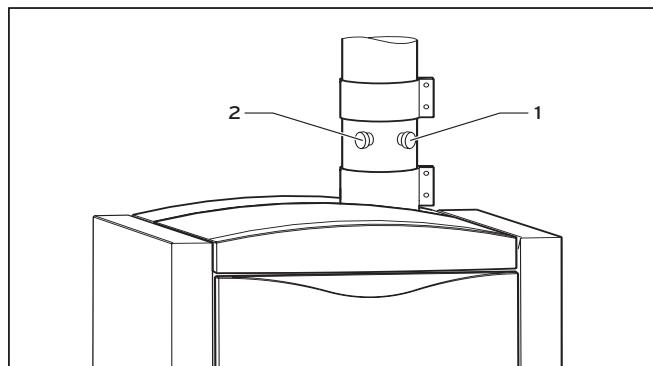

Fig. 7.3 Orifices de contrôle
- Pour activer le mode ramonage, appuyez simultanément sur les touches « - » (3) et « + » (4) du système DIA.
- Dévissez les capuchons obturateurs des orifices de contrôle (1) et (2) (voir Fig. 7.3).
- Effectuez les mesures au niveau de l'orifice de contrôle (1) de la conduite d'évacuation des produits de combustion (profondeur d'insertion : 110 mm). Réalisez les mesures au niveau de l'orifice de contrôle (2) de la conduite d'air (voir Fig. 7.3) (Profondeur d'insertion : 65 mm).
- en appuyant simultanément sur les touches « - » (3) et « + » (4)